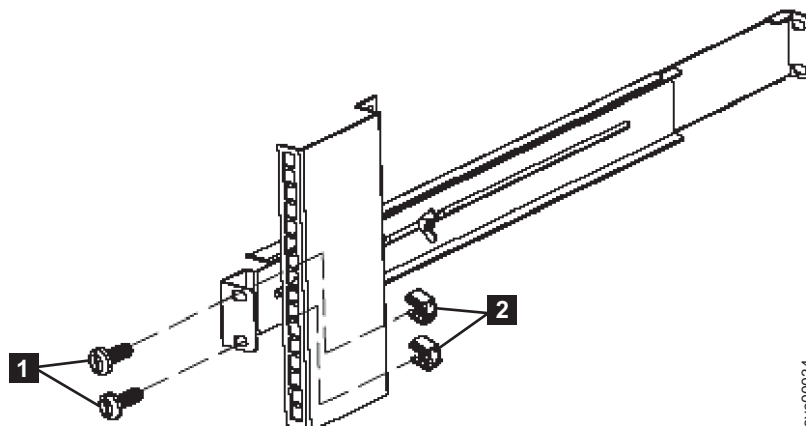

図 153. 2145 UPS-1U への背面レールの固定
6. 2 つの M6 × 10 ねじ **1** (図 153) と 2 つのクリップ・ナット **2** を使用して、レールをラック背面に取り付けます。